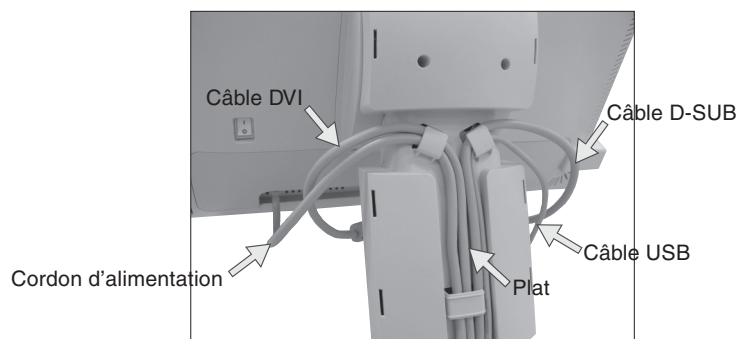

Figure C.4
7. Pour une bonne gestion du câblage, placez les câbles selon l'ordre suivant : Cordon d'alimentation et câble DVI (**Figure C.4**).
8. Placez le câble DVI et le cordon d'alimentation dans les crochets spécifiques illustrés à la **Figure C.4**.
9. Placez le D-sub et le câble USB dans les crochets spécifiques illustrés à la **Figure C.4**.
10. Assurez-vous que tous les câbles sont bien fixés contre le support (**Figure C.4**).